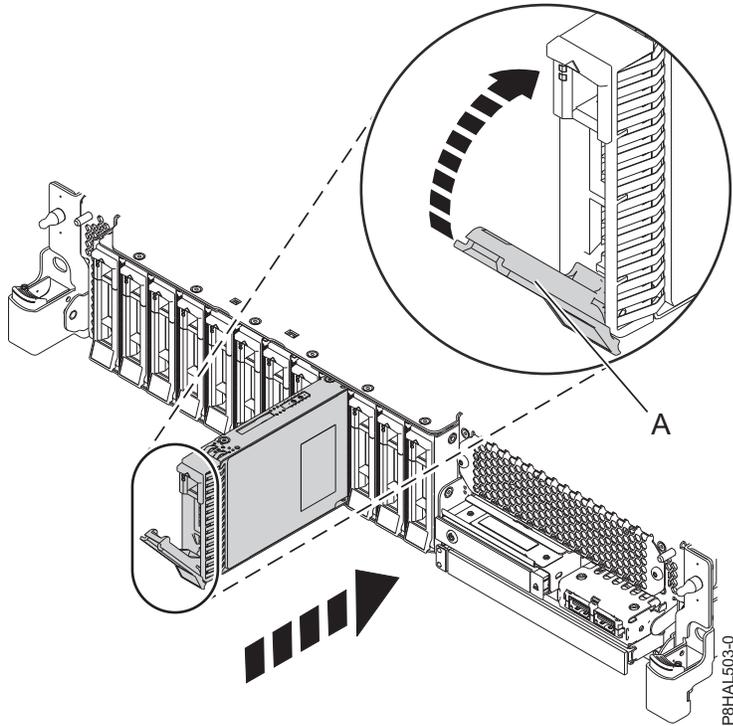
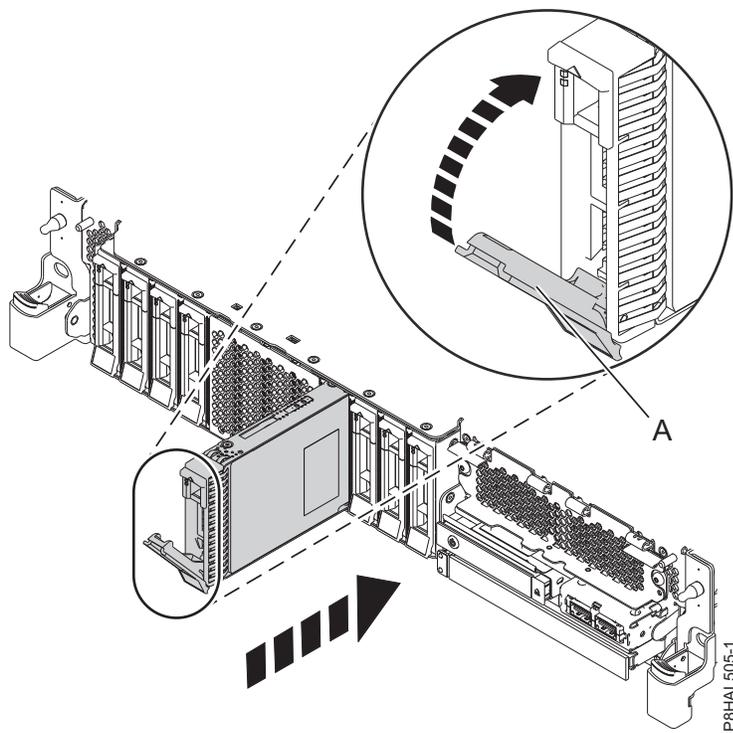

図 13. 基本機能 システムへのディスク・ドライブの取り付け
図 14. 拡張機能 システムにおけるディスク・ドライブの取り付け
4. ハンドルを押して手前に引き出して、ドライブ・ベイ・ハンドル (A) をアンロックします。ハンドルが完全に引き出されていないと、ドライブをシステムの中にスライドさせることができません。19 ページの図 13 および 19 ページの図 14 を参照してください。
8. 識別 LED が点灯したら、以下の図に示すように、ドライブをシステムの中に奥まで差し込み、ドライブ・キャリア・ハンドル (A) をロックされるまで押します。19 ページの図 13 および 19 ページの図 14。